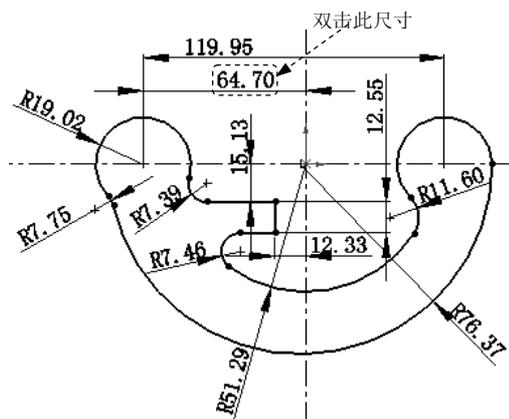

图 2.14.7 添加尺寸约束
选择下拉菜单 **工具(T)** → **标注尺寸(S)** → **智能尺寸(S)** 命令，添加图 2.14.7 所示的尺寸约束。
Step 1 双击图 2.14.7 所示的尺寸值，在系统弹出的“修改”文本框中输入“80”，单击 按钮，然后单击“尺寸”对话框中的 按钮，修改完成后如图 2.14.8 所示。